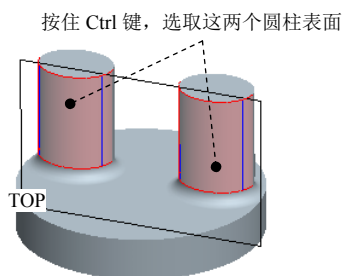

图 8.3.21 操作过程
(1) 选取图 8.3.21 所示的 TOP 基准平面。
(2) 单击  功能选项卡  区域中的“相交”按钮 .
(3) 按住 Ctrl 键，选取图 8.3.21 中的两个圆柱表面。